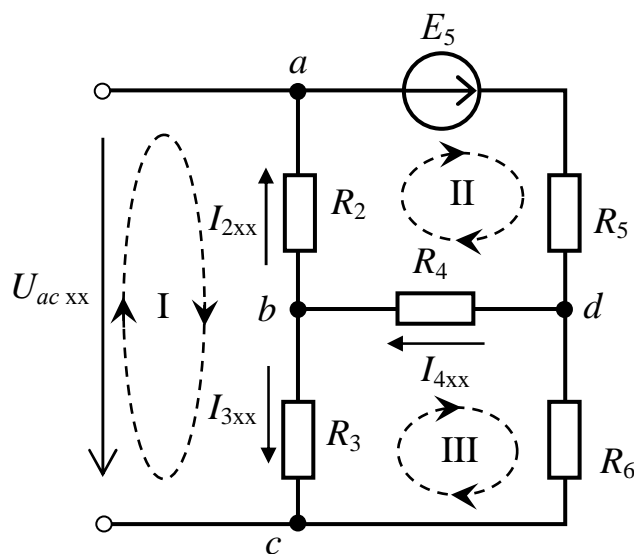

Рис. 1.37
1) Определение ЭДС эквивалентного генератора -  $E_{ЭГ}$  (рис. 1.37).